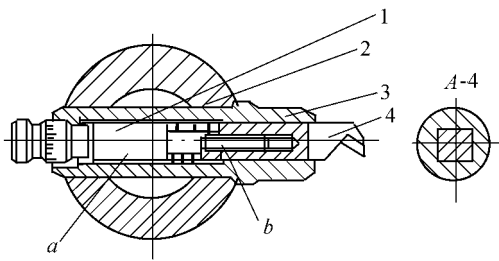

图 2-3
2. 如图 2-3 所示为镗刀上的螺旋传动,螺杆 1 在 a 、 b 两段都为右旋螺纹,刀套 3 固定在镗杆 2 上,镗刀 4 在刀套 3 的孔中只能移动不能回转。已知 $S_a = 1.75 \text{ mm}$, $S_b = 1.5 \text{ mm}$,求: